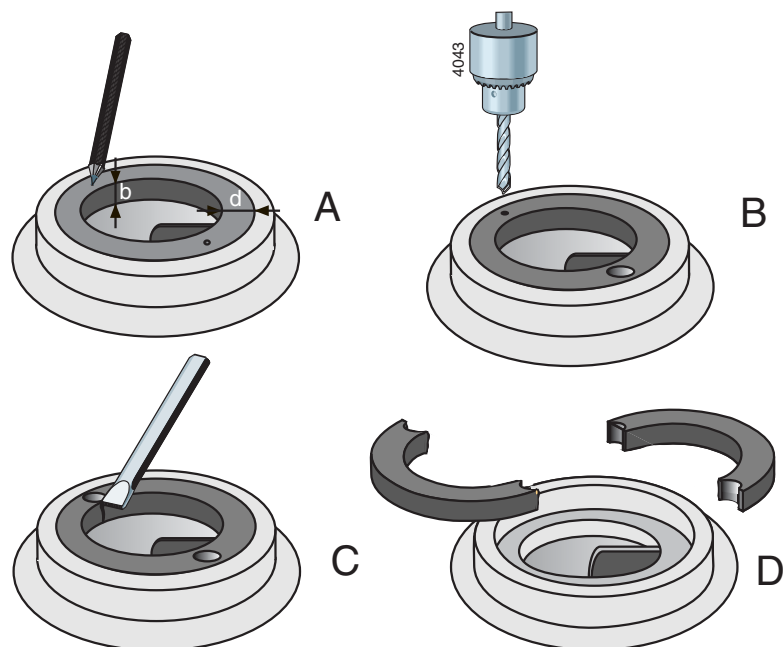

Figure 12: Démontage de la bague d'usure.
- 1 Mesurez l'épaisseur (d) et la largeur (b) de la bague, voir figure 12 A.
- 2 Faites un orifice de centrage au milieu du bord de la bague en deux points opposés, voir figure 12 B.
- 3 Utilisez une mèche dont le diamètre est un peu plus petit que l'épaisseur (d) de la bague pour percer deux trous dans la bague, voir figure 12 C. Ne percez pas plus profond que la largeur (b) de la bague. Prenez soin de ne pas endommager le bord d'ajustage du corps de pompe.
- 4 Coupez l'épaisseur restante de la bague à l'aide d'un ciseau. Vous pouvez maintenant déposer la bague en deux parties du corps de pompe, voir figure 12 D.